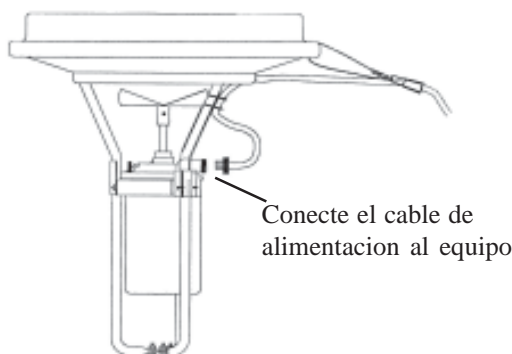

Figura 1
**B. Conecte su cable de alimentación Otterbine al aireador.** Use destornillador, quite la presilla de la tuerca del conector. Alinee la marca del conector del cable a la configuración de la clavija en el aireador. **APRIETE CON LA MANO** la tuerca del conector. **NO LO APRIETE DEMASIADO, SI LO SOBREPRIETA PUEDE CAUSAR UNA ROTURA EN EL CONECTOR Y PRODUCIRIA UN CORTOCIRCUITO.** Vea Figura 1. Use un destornillador, vuelva a cerrar la presilla en la tuerca del conector.